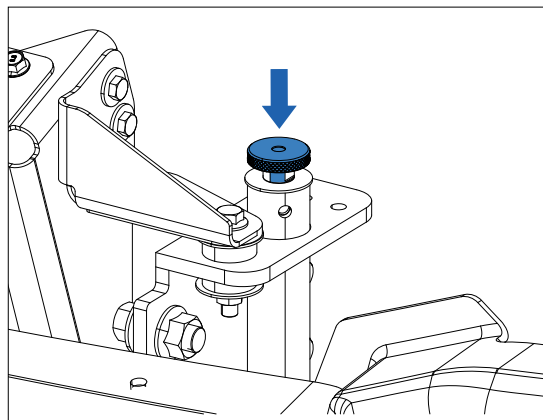

Figure 33 - Tige de verrouillage
4. Insérez les tiges de verrouillage dans les tubes (Figure 33).